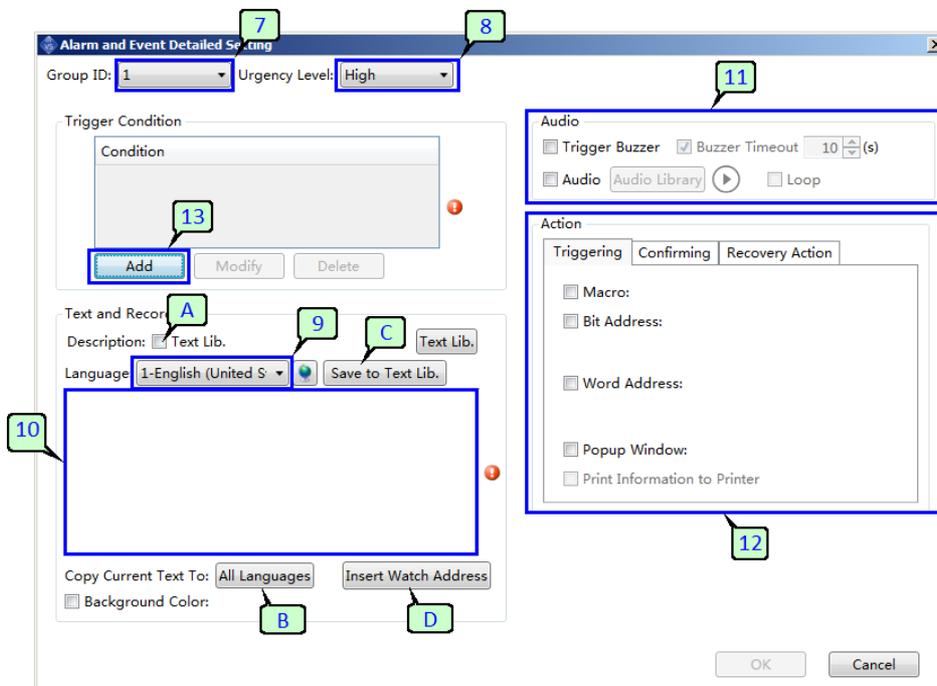

Рисунок 132 - Создание нового сообщения
6. Для того, чтобы добавить новое сообщение вызовите диалоговое окно нажав "Создать" (рисунок 132).